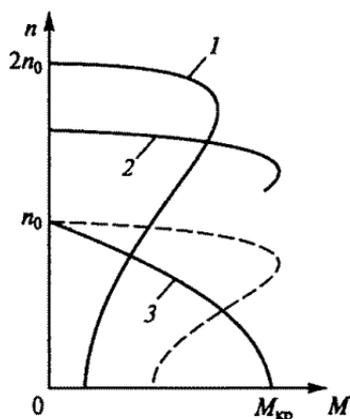

Рис. 222
9.43. Укажите на рис. 222 механическую характеристику трехфазного асинхронного двигателя (1...3), соответствующую регулированию его скорости путем увеличения частоты напряжения статора, если штриховой линией показана естественная характеристика этого двигателя.